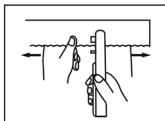

Abb. 4
- 5] Schieben Sie den Schalter mit dem Daumen nach vorne, um das Gerät einzuschalten. Ziehen Sie den Stoff mit der linken Hand durch das Gerät und steuern Sie so Richtung und Geschwindigkeit beim Nähen. Achten Sie darauf, dass Sie das Nähgut nicht zu schnell durch das Gerät ziehen. Falls Sie größere Stiche erzeugen möchten, ziehen Sie den Stoff beim Nähen leicht nach links. Einen Geradstich erhalten Sie, indem Sie der Mittellinie an der Befestigungsplatte folgen (siehe Abb. 4).